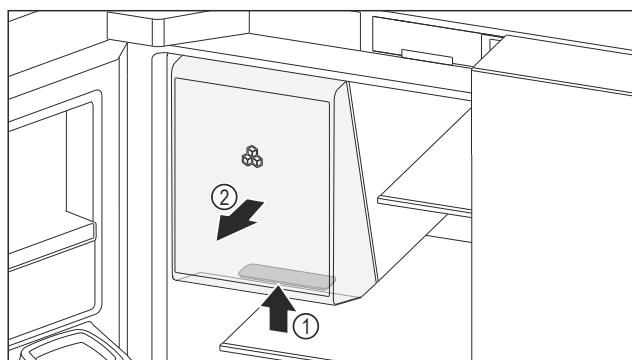

Fig. 164 Виймання відсіку для зберігання льоду
- Візьміться за втоплену ручку Fig. 164 (1) внизу відсіку для зберігання льоду й одночасно витягніть відсік для зберігання льоду вперед Fig. 164 (2).